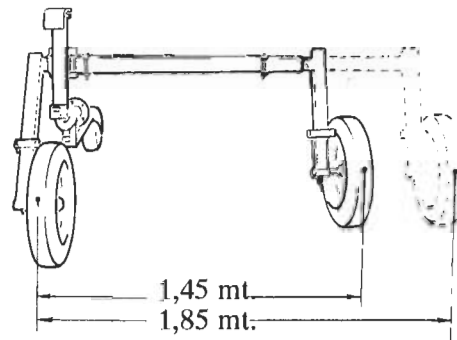

fig. 2
5) Per i carrelli a spostamento laterale vedere fig. 2.
5) For side traverse trolleys see fig. 2.